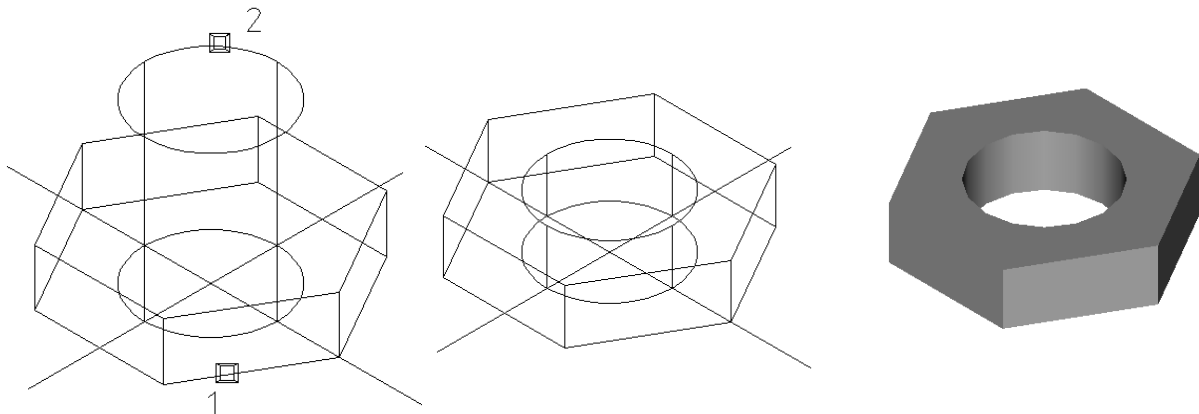

Рис. 6.3
6.2. Вирахування одного тіла з іншого (рис. 6.3).